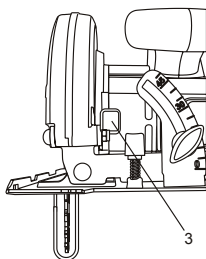

Fig. 2
En appuyant sur le levier de verrouillage de la lame (3), tournez lentement la lame jusqu'à ce que le levier de verrouillage engage l'arbre (figure 2).